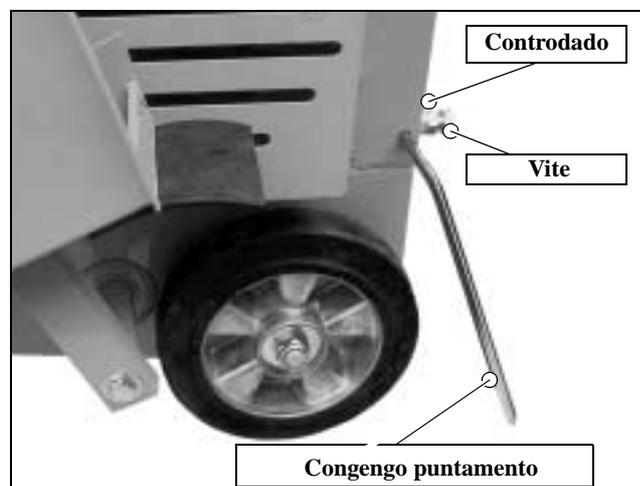

Fig. 4.24 Congegno di puntamento posteriore
5. Procedere in maniera simile per il congegno di puntamento posteriore (Fig. 4.24).